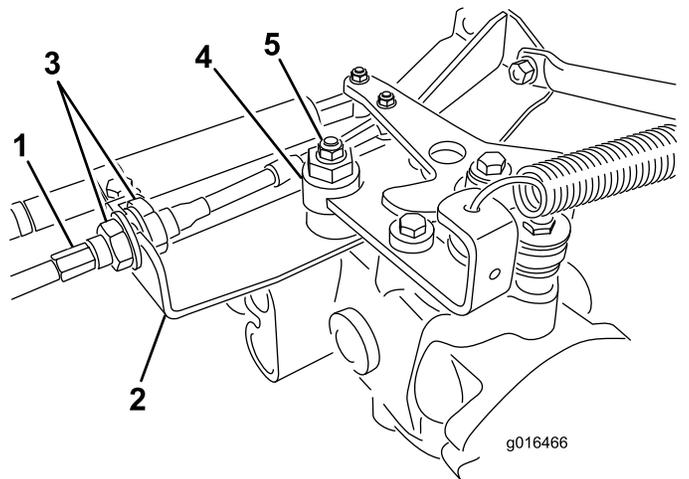

Figura 40
- A. Liberte as porcas de bloqueio que fixam o cabo de controlo de tração ao anteparo do hidróstato (Figura 40). Certifique-se de que as porcas de bloqueio se encontram soltas de forma idêntica e o suficiente, de modo a permitir a operação de ajuste.
Nota: Liberte a porca que fixa o disco excêntrico ao cima do hidróstato (Figura 40).
- E. Quando a roda deixar de rodar, aperte a porca, bloqueando deste modo o disco excêntrico e fixando a posição de ajuste (Figura 40).
- G. Aperte uniformemente as porcas que se encontram em cada um dos lados do anteparo, fixando deste modo o cabo de tração ao anteparo (Figura 40). Não rode o cabo.